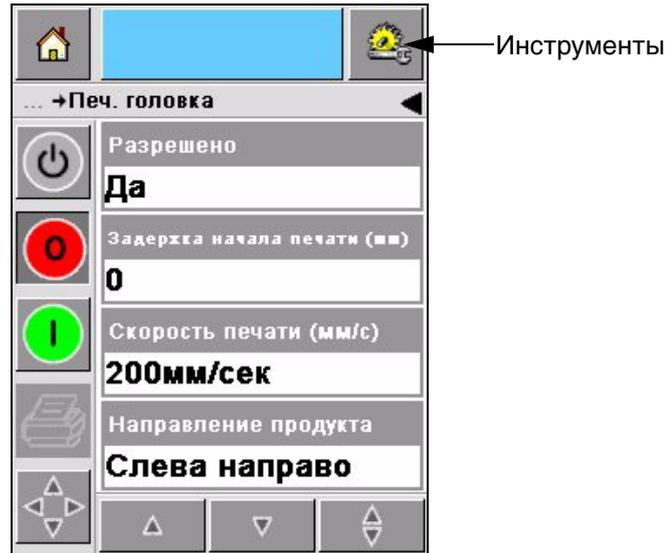

Рисунок 5-14: Экран настройки печатающей головки
- 1 Перейдите к пункту *Сервис > Настройка > Печ. Головка* на Главном экране. Появится страница настройки *печатающей головки* (Рисунок 5-14).